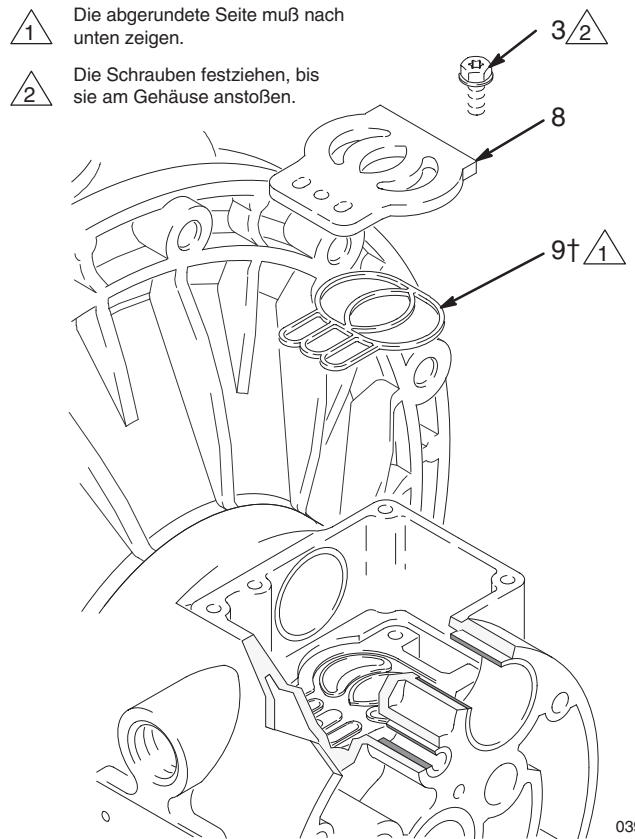

Abb. 10
5. Die Ventilplatte (8) in eingebautem Zustand überprüfen. Ist sie schadhaft, mit einem Torx Schraubenzieher (T20) oder einem 7 mm-Steckschlüssel die drei Schrauben (3) entfernen. Die Ventilplatte (8) und Dichtung (9) ausbauen. Siehe Abb. 10.
2. Die Dichtung der Ventilplatte (9†) in die Nut unten im Ventilhohlraum einlegen. Die gerundete Seite der Dichtung **muß nach unten** in die Nut weisen. Siehe Abb. 10.
3. Die Ventilplatte (8) in die Kammer einbauen. Die Platte ist umkehrbar, so daß jede Seite nach oben zeigen kann. Die drei Schrauben (3) mit einem Torx Schraubenzieher (T20) oder einem 7 mm-Steckschlüssel eindrehen. Festziehen, bis die Schrauben am Gehäuse anstoßen. Siehe Abb. 10.